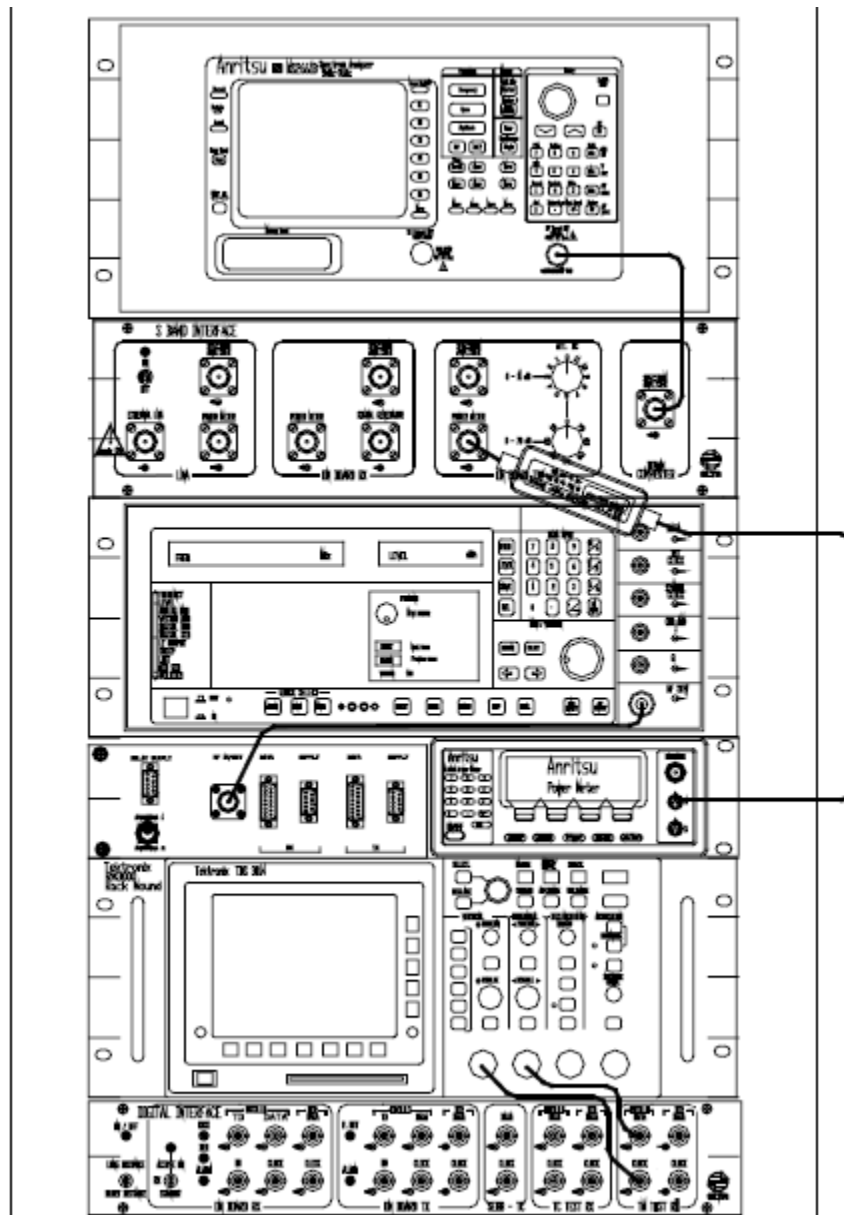

Fig. 5. Ligações na parte frontal do rack para o teste de verificação da cadeia de telemetria (TM).
Neste caso particular, tem-se o gerador de sinais SMIQ03B atuando como o módulo transmissor do transponder EW-C10000, onde são considerados os casos de emissão de uma portadora pura e uma portadora modulada em QPSK, na frequência de 2255.2MHz. O sinal enviado pelo gerador SMIQ03B é diretamente ligado à entrada do módulo de interface banda-S (ELTA), onde se podem obter as medidas de potência e aquisição do espectro na sessão ON BOARD TX. Em seguida, este sinal é encaminhado para o down converter D1451, onde se podem utilizar os atenuadores de “passo 10” (0-70dB) combinados aos atenuadores de “passo 1” (0-11dB), disponíveis no painel frontal do módulo de interface banda-S. Após a transposição em frequência do sinal transmitido para 70MHz na saída do down converter D1451, pode-se obter o espectro do sinal resultante no módulo de interface banda-S, na sessão DOWN CONVERTER. Este sinal é posteriormente encaminhado à entrada do receptor de telemetria MQR70, onde os dados demodulados, se for o caso, podem ser encaminhados ao módulo de interface digital para verificação utilizando o osciloscópio TDS3014A1, ou alternativamente podem ser encaminhados ao computador para serem copiados pelo software de registro de dados *DigRec Recorder* – cujo funcionamento será abordado oportunamente. A Fig. 5 mostra as ligações na parte frontal do rack, necessárias para que se possa realizar o teste de verificação da cadeia de telemetria (TM).